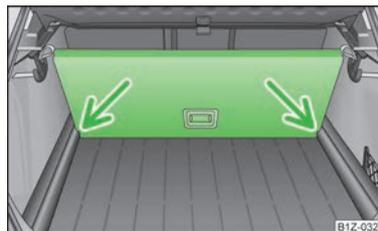

Fig. 57
► Levantar la parte con fijación y asegurarla introduciéndola en las ranuras que vienen marcadas por medio de flechas » fig. 57.